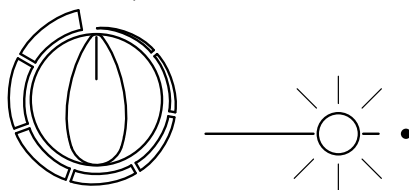

Fig. 4
- As lâmpadas acesas, indicam a área de aquecimento quente (fig. 4).